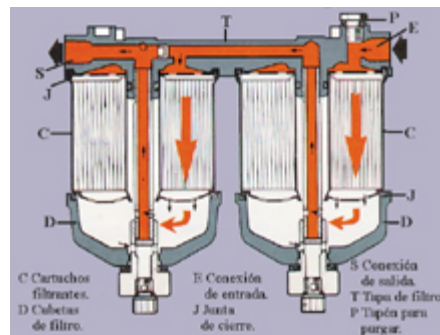

Fig. 16
- Filtro con doble cartucho (fig.16 y 17)